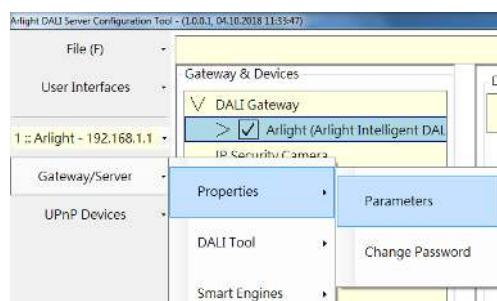

Рисунок 4.
- Для получения детальной информации о контроллере и его настройках нажмите Gateway/Server -> Properties -> Parameters (Рисунок 4).